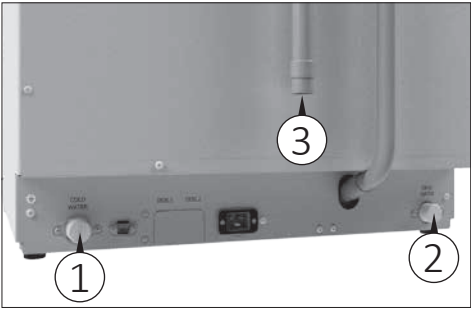

Fig. 8
- Certificar-se de conectar os tubos flexíveis da água nas posições indicadas na Fig. 8.
- Conectar o tubo flexível da água à conexão da Fig. 8.
Conexões de água (Fig. 8)
- 1) Ligar a máquina às conexões de água (Fig. 8).